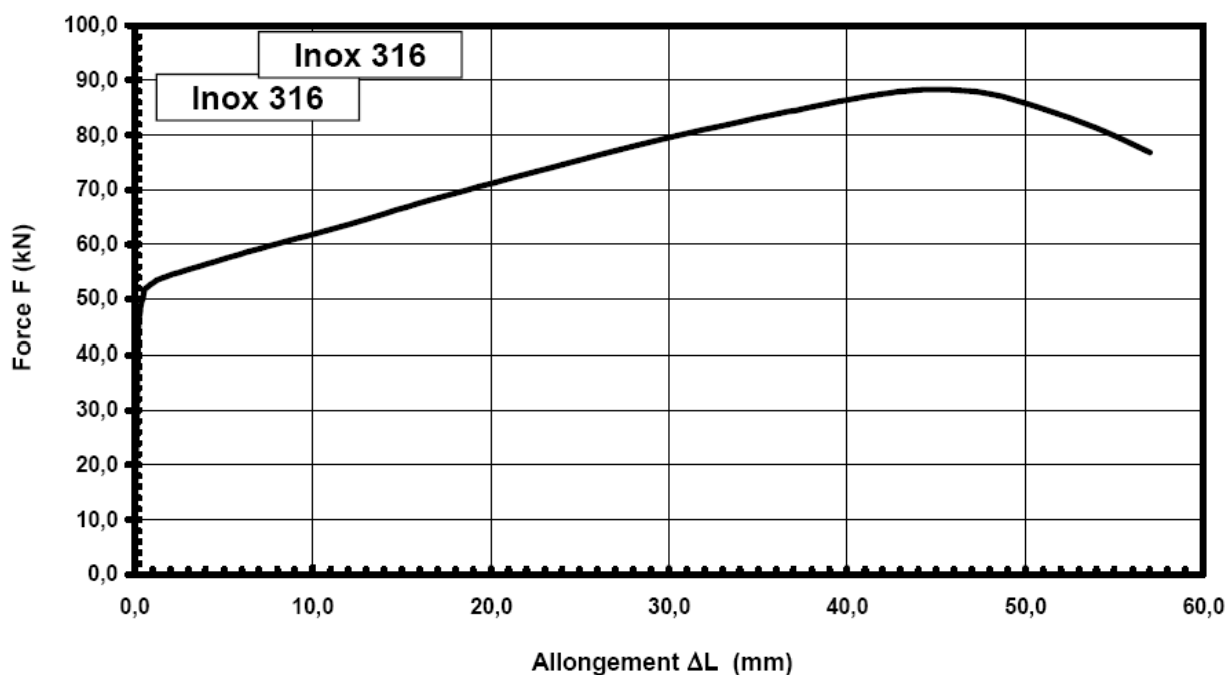

Figure 3 – Courbe conventionnelle de l'essai de traction
**Question 3 :** A l'aide du résultat présenté sur la figure 3 donner une valeur permettant de caractériser la fragilité du matériau. Tracer sur la figure 3 en vert la courbe correspondant à un matériau moins fragile et en rouge celle d'un matériau plus fragile.